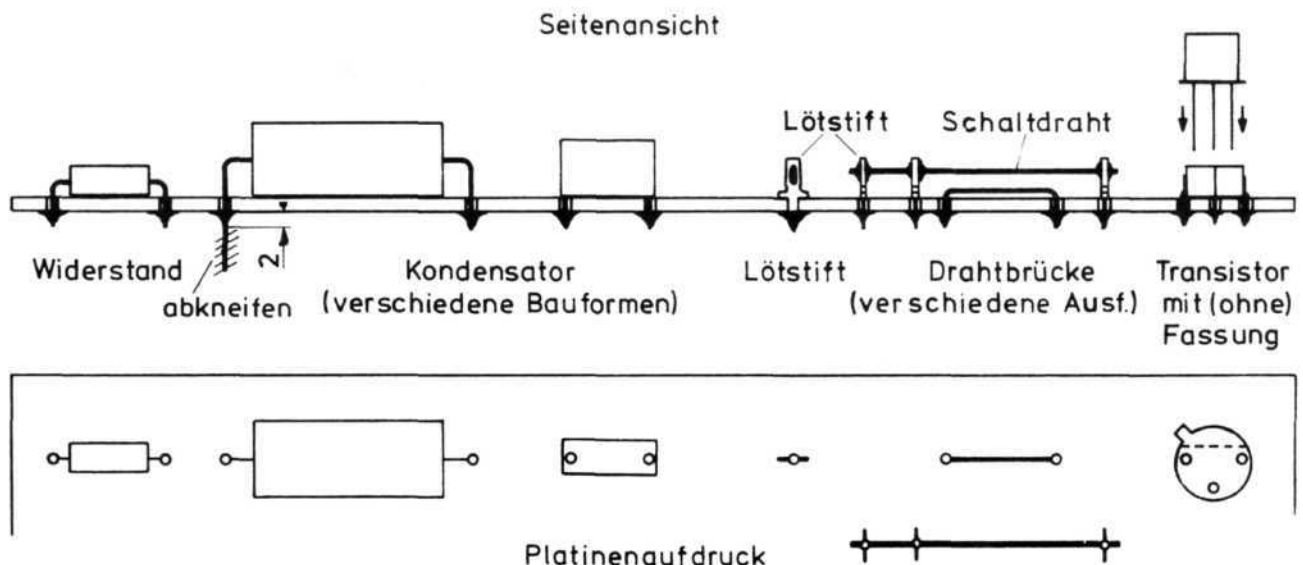

Bild 45. Platinenbestückung
**Anschließend werden nur bei den verlöteten Bauteilen die überstehenden Drahtenden dicht über der Platine mit einem Seitenschneider abgekniffen (siehe Bild 45), vergessene Lötstellen nachgelötet und die Drahtenden dann ebenfalls abgekniffen (bessere Kontrolle).**